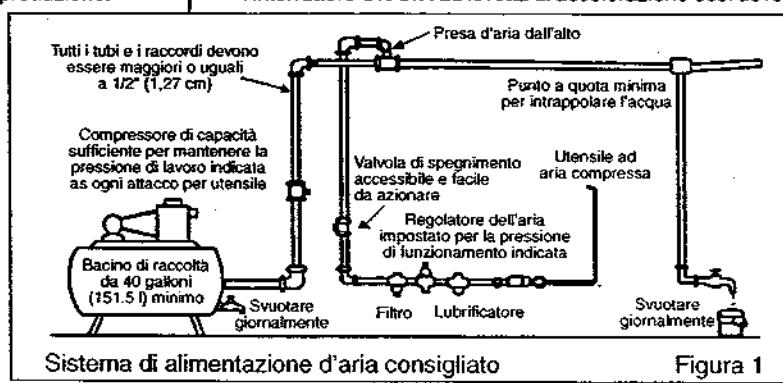

Figura 1
Utilizzare un compressore d'aria pulito e lubrificato, che fornisca una pressione misurabile di 6,2 bar all'utensile durante l'azionamento con la levetta di accelerazione spinta fino in fondo e con il regolatore dell'aria nella posizione di apertura di aria massima. Usare tubi di raccordo delle dimensioni e lunghezze consigliate. Si raccomanda di collegare l'utensile al compressore d'aria come indicato nella figura 1. Non collegare l'utensile ad un raccordo ad innesto rapido; utilizzare invece un tubo flessibile di circa 12" di lunghezza. Non collegare il sistema di alimentazione dell'aria senza installarvi una valvola di spegnimento accessibile e facile da azionare. Il compressore deve essere lubrificato. Come mostrato nella figura 1, si consiglia di usare un filtro dell'aria, un regolatore e un lubrificatore (FRL), in modo da fornire all'utensile aria pulita e lubrificata alla pressione corretta. I particolari dei dispositivi possono essere richiesti al proprio fornitore. Se non si usano tali dispositivi, per lubrificare l'utensile si deve interrompere l'alimentazione dell'aria e togliere pressione alla linea premendo la levetta di accelerazione dell'utensile. Scollegare la linea di alimentazione e versare nell'adattatore del raccordo (9) un cucchiaino da caffè (5 ml) di lubrificante per motori pneumatici, possibilmente incorporandovi un antiruggine. Ricollegare l'utensile al compressore e farlo girare lentamente per alcuni secondi per consentire all'aria di far circolare l'olio. Se l'utensile viene usato frequentemente, o se comincia a rallentare o perde potenza, lubrificarlo tutti i giorni. Quando si esegue la lubrificazione controllare anche che il filtro dell'aria nell'adattatore del tubo (9) sia pulito.